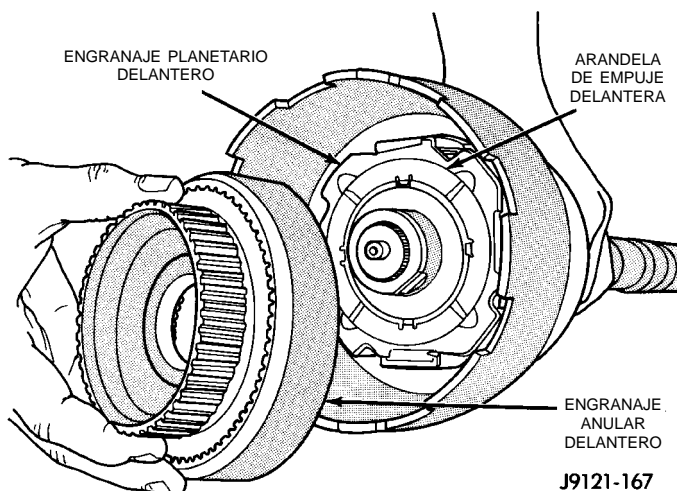

Fig. 191 Instalación de los engranajes planetario y anular delanteros
(14) Instale el engranaje planetario delantero en el eje transmisor y en el caso impulsor (Fig. 191).
(15) Instale la arandela de empuje delantera en el engranaje planetario delantero. Utilice la vaselina suficiente como para sostener la arandela en su lugar y asegúrese de que las cuatro lengüetas de la arandela estén asentadas.
(16) Si fuera necesario, ensamble el engranaje anular delantero y el soporte. Asegúrese de que el anillo de muelle del soporte esté asentado.
(17) Instale el anular delantero en el planetario delantero (Fig. 191).